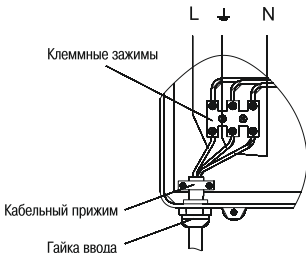

Рисунок 4
4.3 Подключение прожектора (рисунок 4).